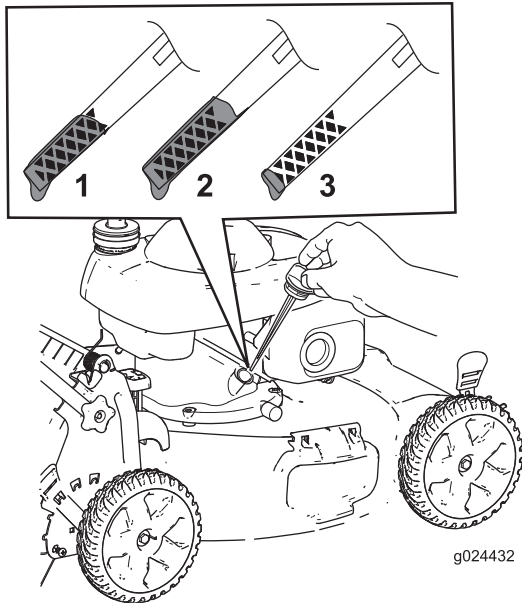

Figure 29
3. Retirez la jauge (Figure 29).
10. Observez le niveau d'huile indiqué par la jauge (Figure 29).